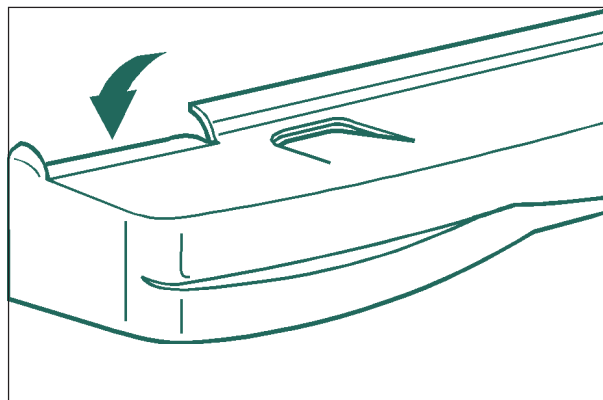

Fig.08
14. Monte o Rodapé nas presilhas, alinhando a aba da direita e dobrando a da esquerda para baixo, conforme mostra fig.08.